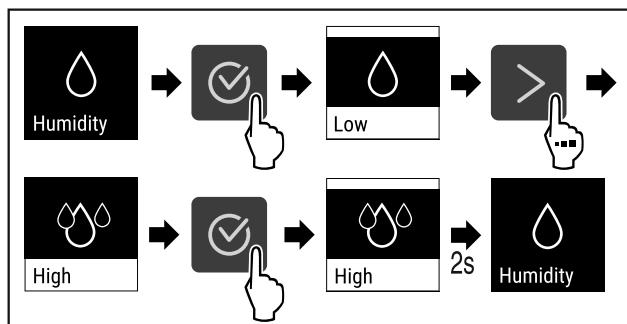

Fig. 75
- Εκτελέστε τα βήματα ενεργειών (βλέπε Fig. 75).